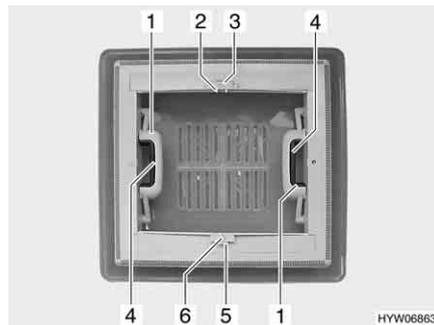

Fig. 33 Oblò a scatto
*Apertura:* ■ Premere la chiusura a scatto (Fig. 33,4) verso l'interno dell'oblò. Premere contemporaneamente verso l'alto l'oblò con la maniglia (Fig. 33,1).
*Chiusura:* ■ Tirare con forza verso il basso le due maniglie (Fig. 33,1) dell'oblò, fino a quando non scattano entrambe le chiusure.
*Chiusura:* ■ Premere l'arresto (Fig. 33,5) verso il lato esterno dell'oblò.
■ Tirare l'oscurante a rullo per la maniglia (Fig. 33,6) fino alla maniglia contrapposta della zanzariera a rullo (Fig. 33,2) e farla innestare.
*Apertura:* ■ Serrare la maniglia (Fig. 33,2). L'arresto si sblocca.
■ Ricodurre lentamente l'oscurante a rullo accompagnandolo con la maniglia (Fig. 33,6).
- Premere l'arresto (Fig. 33,3) verso il lato esterno dell'oblò.
- Tirare la zanzariera a rullo per la maniglia (Fig. 33,2) fino alla maniglia contrapposta dell'oscurante a rullo (Fig. 33,6) e farla innestare.
- Serrare la maniglia (Fig. 33,2). L'arresto si sblocca.
- Riconduurre lentamente la zanzariera a rullo accompagnandola con la maniglia (Fig. 33,2).